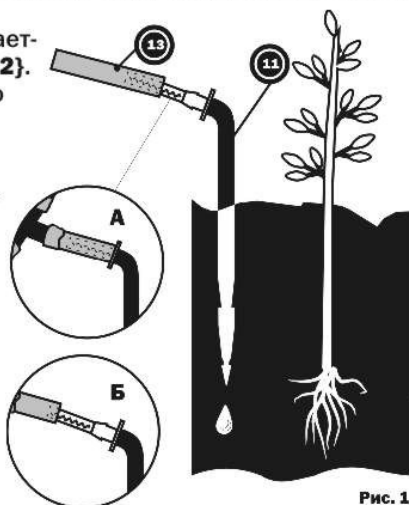

Рис. 1
*** - конструкция гребенки капельницы позволяет дозировать (в небольших пределах) количество воды, подаваемое на конкретное растение. Натянув шланг до конца гребенки капельницы (см. рис. 1, поз. А), вы уменьшаете подачу воды. Надев шланг только на начало гребенки (рис.1, поз. Б)- вы увеличиваете подачу.
Монтируя систему, рекомендуем натягивать шланг на гребенку капельницы полностью (как на рис. 1, поз.А).